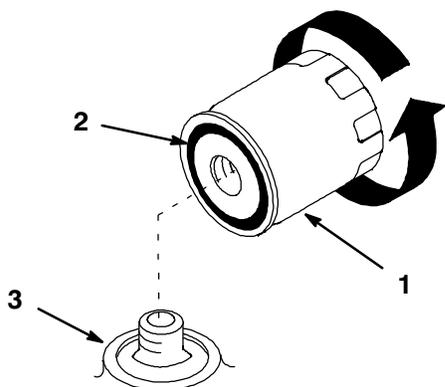

Figure 27
2. Retirer le filtre usagé et essuyer la surface de l'adaptateur en contact avec le joint (Fig. 27).
3. Enduire d'une mince couche d'huile propre le joint de caoutchouc du nouveau filtre (Fig. 27).
4. Monter le nouveau filtre sur l'adaptateur. Le visser dans le sens des aiguilles d'une montre jusqu'à ce que le joint en caoutchouc touche l'adaptateur, puis le visser encore de 3/4 de tour (Fig. 27).